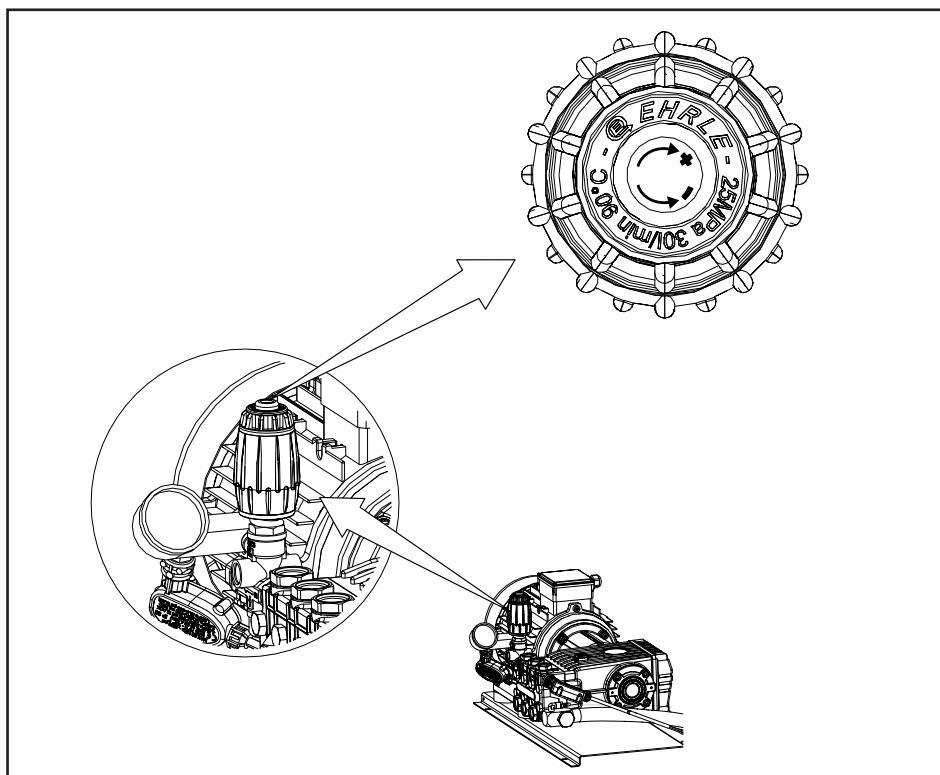

Abb. 6 - 4 Einstellung des Arbeitsdrucks am Druckregelventil
Nach Aktivierung der Schaltpistole übt der austretende Wasserstrahl eine ruckartige Rückstoßkraft aus (siehe auch Abb. 6 - 5).
- ▶ Im Schrankinneren das Druckregelventil (2, Abb. 6 - 3) auf gewünschten Arbeitsdruck einstellen. Der Arbeitsdruck kann während geöffneter Schaltpistole am Manometer (3, Abb. 6 - 3) abgelesen werden. Das Druckregelventil im Uhrzeigersinn drehen bewirkt das Erhöhen des Arbeitsdrucks und eine größere Fördermenge (siehe auch Abb. 6 - 4). Drehen gegen Uhrzeigersinn bewirkt niederen Arbeitsdruck und kleinere Fördermenge.